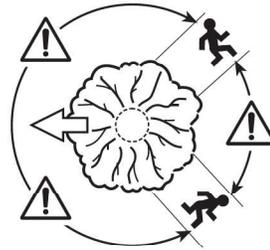

Fig. 37
- > Se debe planificar una ruta de escape y despejarla según sea necesario antes de iniciar los cortes. La trayectoria de escape debe extenderse hacia atrás y en diagonal hacia la parte posterior de la línea de caída esperada (Fig. 37).